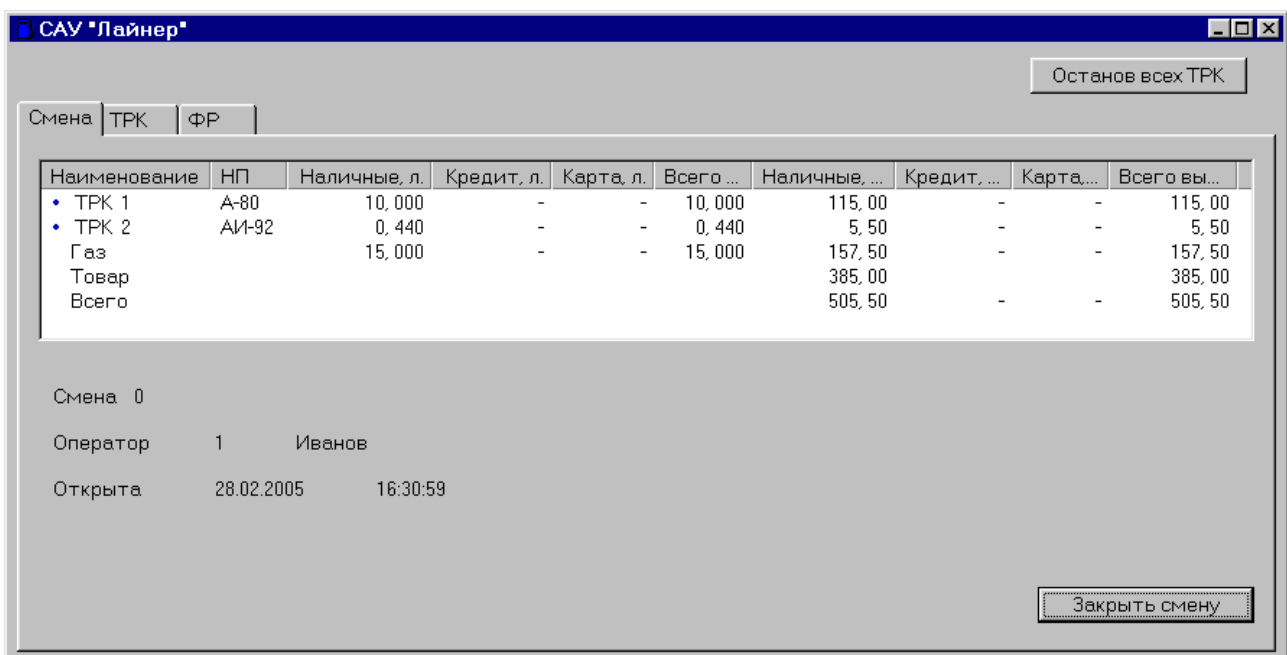

Рис. 6.1. Вывод информации о текущей смене
6.1.1. После запуска при открытой смене программа переходит в режим просмотра информации о текущей смене (см. п. 6.2). Вид экрана приведен на рис. 6.1. Вид может отличаться от приведенного в связи с изменением размеров окна, занимаемого экраном программы. Значения полей заполняются информацией, записанной ранее при закрытии программы.
6.2.1. В таблице данного режима (см. рис. 6.1) выводится информация по всем ТРК, а также по специальным отделам - "Газ" и "Товар". В строке "Всего" подсчитываются суммы соответствующих столбцов. Содержимое таблицы отражает движение денег и нефтепродуктов на АЗС с начала смены на момент просмотра.